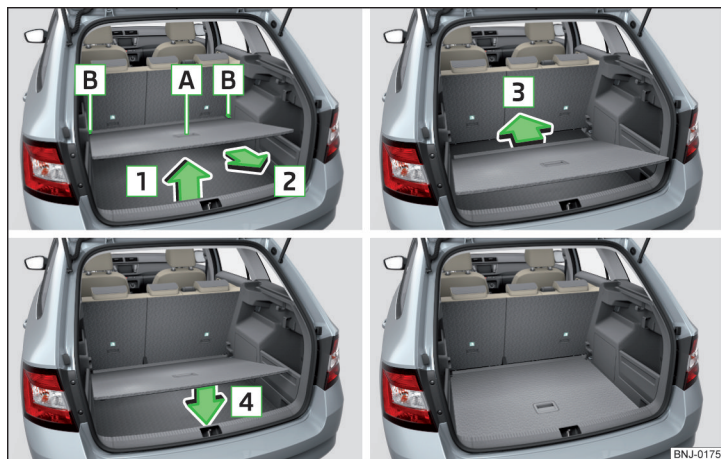

Abb. 98 Variablen Ladeboden in die untere Position einstellen
- Den variablen Ladeboden am Griff **A** » Abb. 98 fassen.